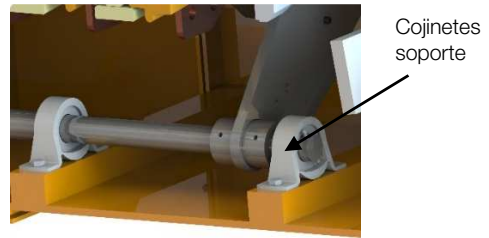

Figura 7.13: Cojinetes de soporte del portaescobillas
- Verificar el estado de los cojinetes que soportan el portaescobillas (Figura 7.13), y si es necesario, sustituirlos;